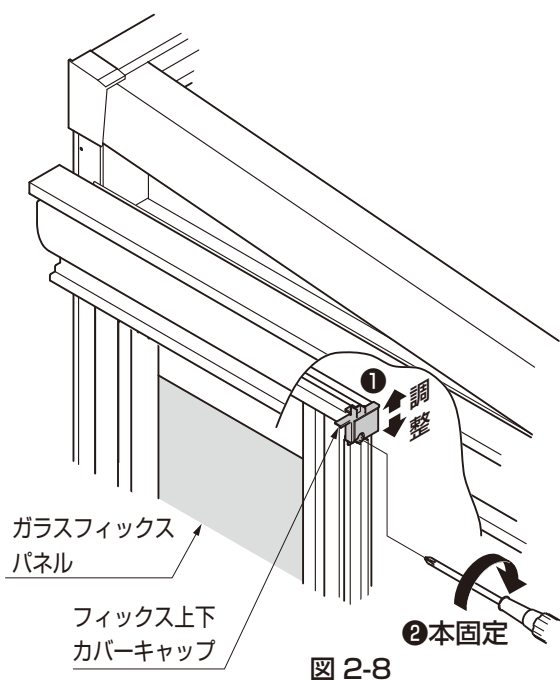
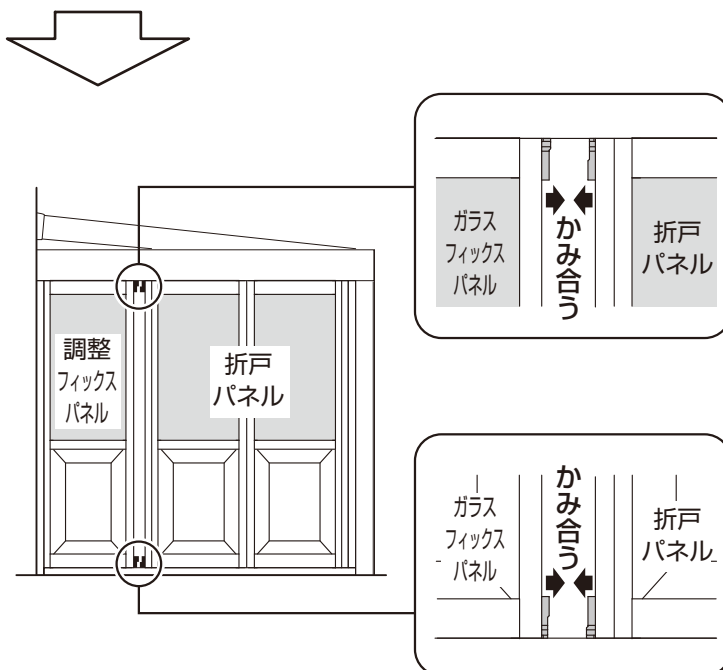

図 2-8
図 2-9
- ② フィックス上下カバーキャップ1、2と折戸パネル上下のパネルスペーサー大1、2がきちんとかみ合う位置で【1-5】を本固定してください。(図2-8、図2-9参照)